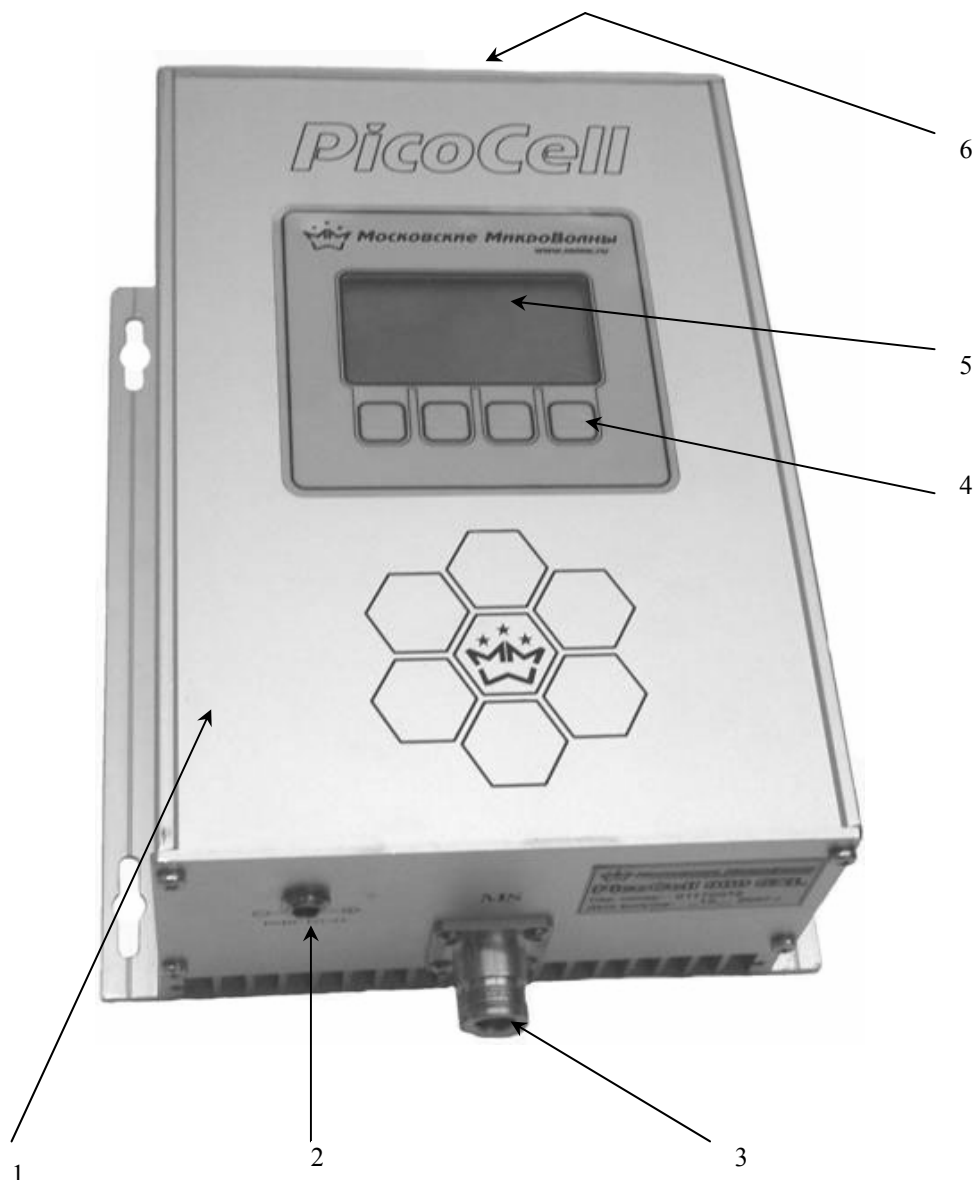

Рис.1 Ретранслятор *PicoCell 900 SXL*
Внешний вид ретранслятора *PicoCell 900SXL* показан на рис.1
3.2.3. Присоедините разъемы кабелей от антенн к соответствующим разъемам ретранслятора (см. рис.1). Внутренние поверхности ВЧ разъемов должны быть чистыми. В случае попадания пыли или влаги внутрь ВЧ разъемов следует перед подсоединением протереть их ветошью или ватным тампоном, смоченным чистым спиртом.